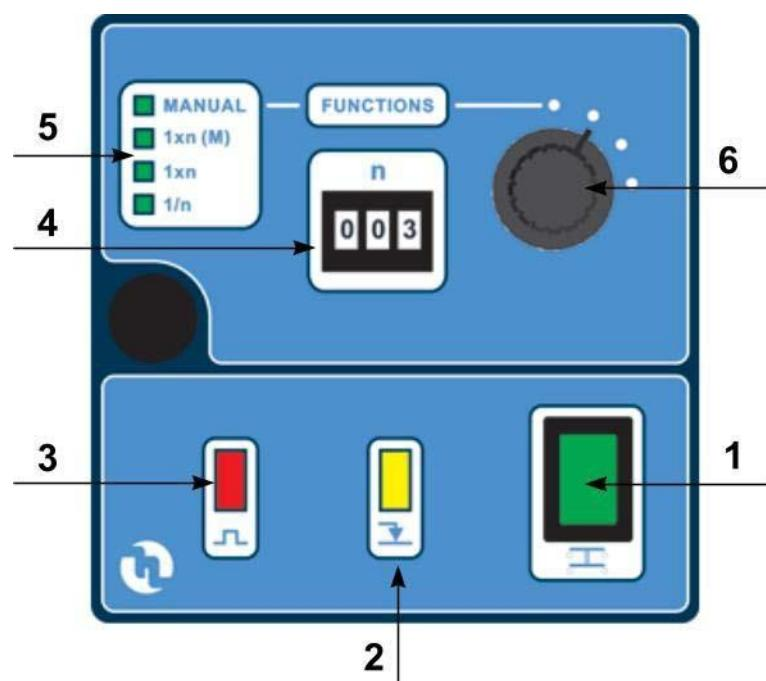

Рис.11
#### 6.1. ОРГАНИ УПРАВЛІННЯ НАСОСОМ (Рис.11)
Оператор встановлює число "N" на механічному блоці установки значень. Насос працює з продуктивністю "N", заданої оператором, де "N" - кількість викидів в хвилину. Для входу в ручний режим роботи, необхідно перемкнути селектор (поз 6.) Рис.11 в положення «**MANUAL**».
Для входу в пропорційний режим роботи від імпульсного витратоміра «1xN (M)», необхідно переключити селектор (поз 6.) Рис.11 в положення «**1xN(M)**».
Для входу в пропорційний режим роботи від імпульсного витратоміра «**1xN**», необхідно перемкнути селектор (поз 6.) Рис.11 в положение «**1xN**».
Для входу в пропорційний режим роботи від імпульсного витратоміра «**1 / N**», необхідно перемкнути селектор (поз 6.) Рис.11 в положення «**1/N**».